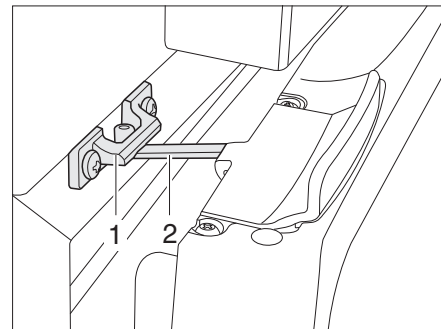

Bild 329 Kylskåpsdörr i ventilationsläge (Thetford)
- För upp låset (Bild 329,2) och haka fast det i låsfästet (Bild 329,1). Därvid stannar kylskåpsdörren i öppet läge.